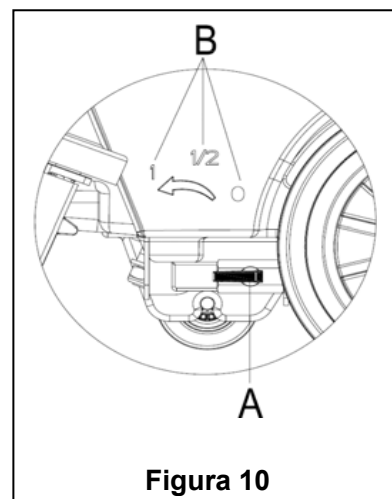

Figura 10
A regulação da alavanca da válvula de bola (A, **Figura 10**) deve ser realizada quando o interruptor de energia (41) está na posição "O".
12. O volume do fluxo de água pode ser ajustado através da alavanca da válvula de bola (A, **Figura 10**) de acordo com a